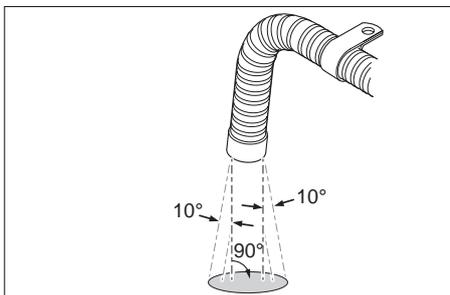

рис. 21: Монтажное положение выхода отработанных газов
- ▶ Закрепите выпускной трубопровод на расстоянии не более 150 мм от выхода отработанных газов так, чтобы газы выходили под углом $90^\circ \pm 10^\circ$ к земле. См. рис. 21.